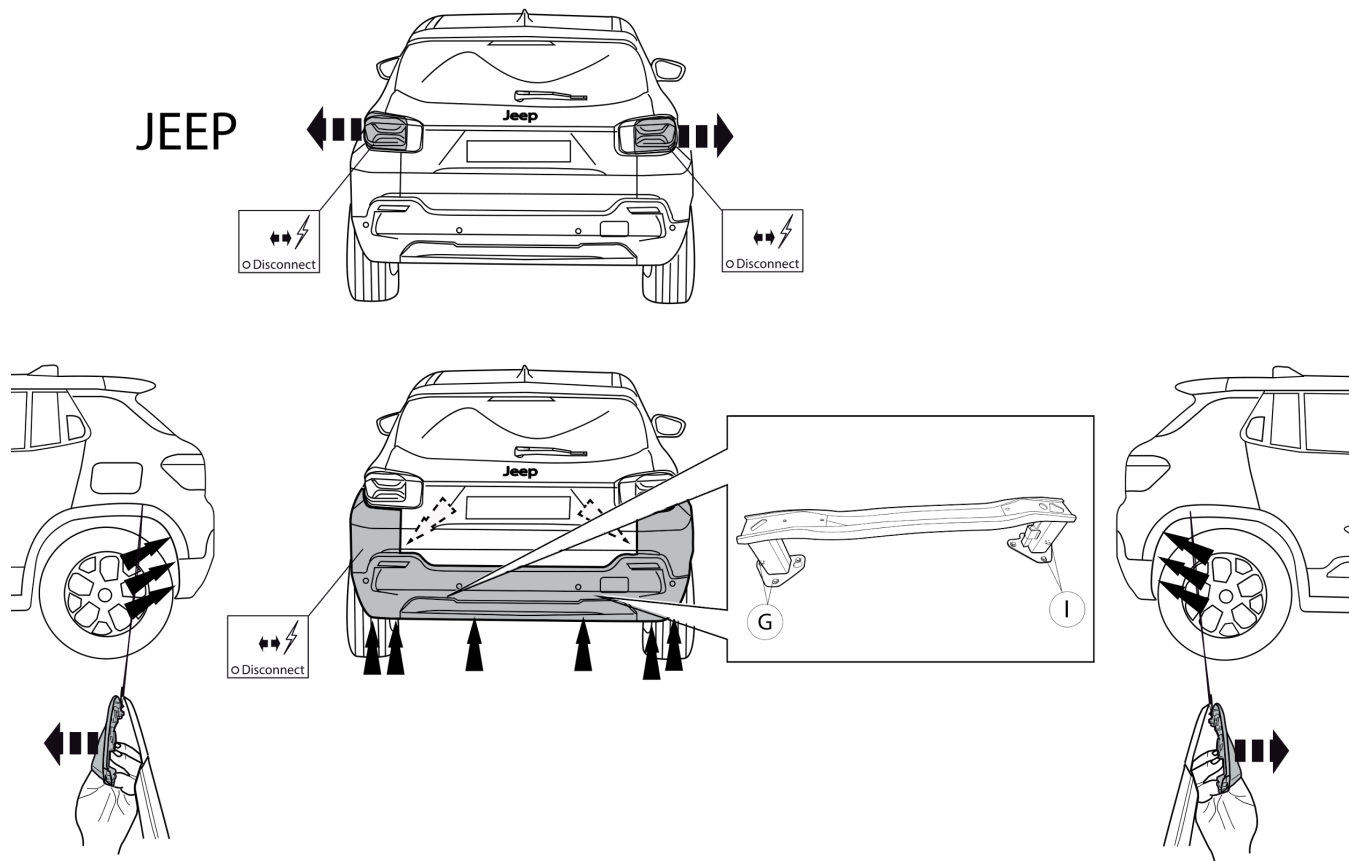

Fig. 1
1. Снять бампер. См. рисунок 1, 5, 6, 7, 11,12 & 13.